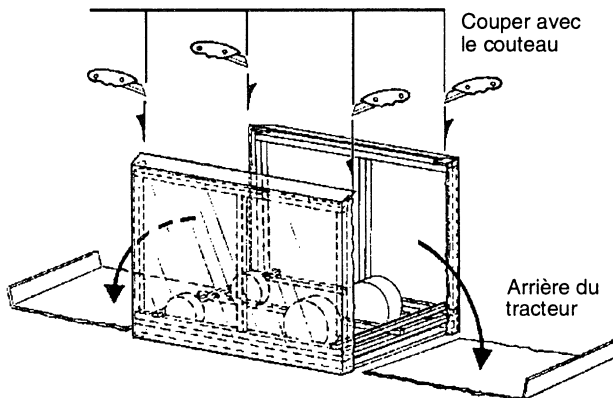

FIGURE 1
- Replier le carton en coupant le long des lignes pointillées avec le couteau (voir Fig. 1). Pour éviter d'endommager les pneus, couper aussi près des coins que possible.